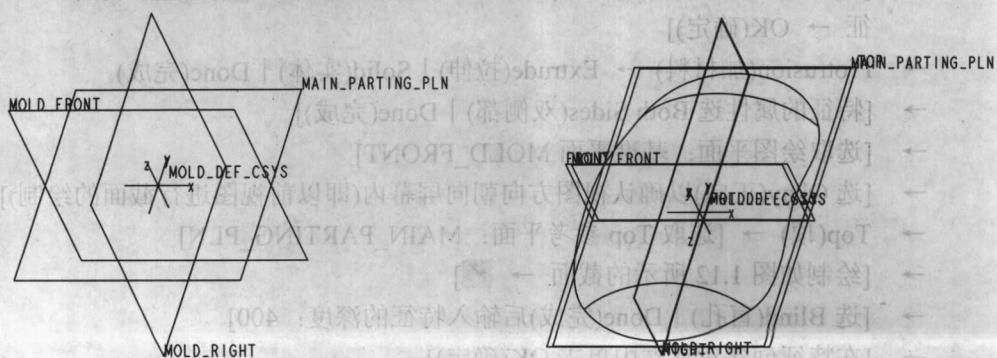

图 1.9 图 1.10
- [画面显示坐标系 MOLD_DEF_CSYS 及基准平面 MOLD_FRONT、MOLD_RIGHT、MAIN_PARTING_PLN, 如图 1.9 所示]